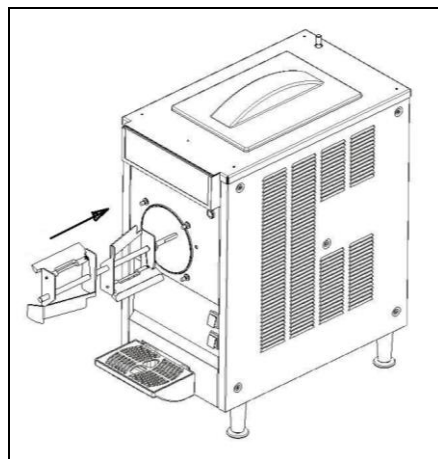

Fig. 21
- Inserire la spirale con cura nel cilindro facendo in modo che il codolo posteriore entri perfettamente nella sua sede all'interno del cilindro (fig.21).